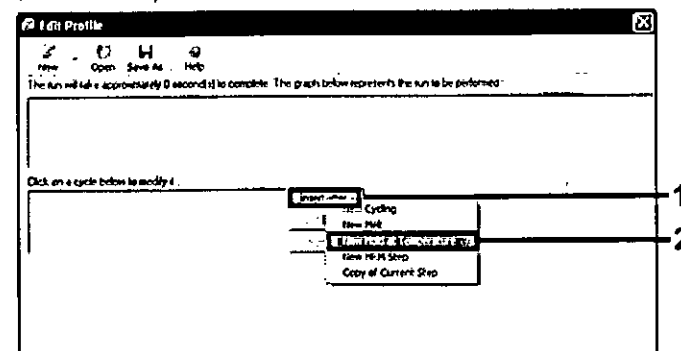

Ilustración 4. Inserción de un paso de incubación inicial.
- Haga clic en el botón "Insert after" (Insertar después) y seleccione "New Hold at Temperature" (Nueva fase de temperatura) (consulte la ilustración 4).